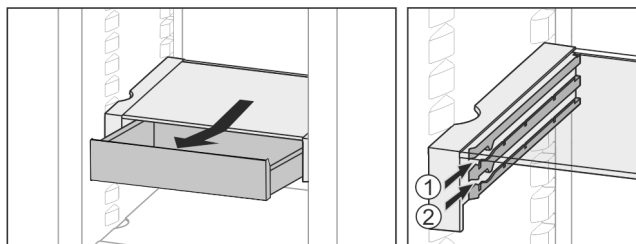

Fig. 20
- ▶ Op een willekeurige hoogte *Fig. 20 (1)* of *Fig. 20 (2)* erin schuiven.